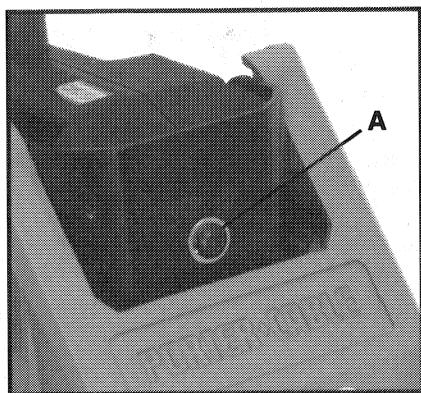

Fig. 2
1. Use la llave hexagonal de $\frac{5}{32}$ " (provista con la Pocket Cutter®) para aflojar el tornillo superior (A) Fig. 2, de montaje del motor.
2. Incline el grupo de motor hacia abajo y afloje el tornillo superior de montaje del motor (A) Fig. 2.